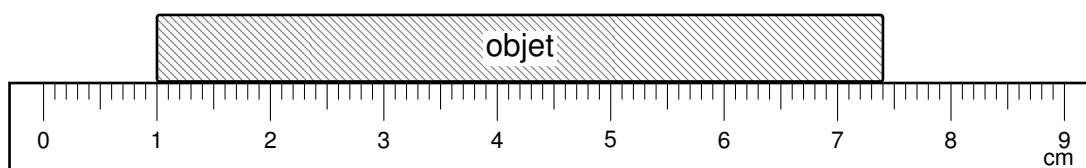

Figure 1
1. Il mesure d'abord la longueur d'un objet avec la règle (figure 1).